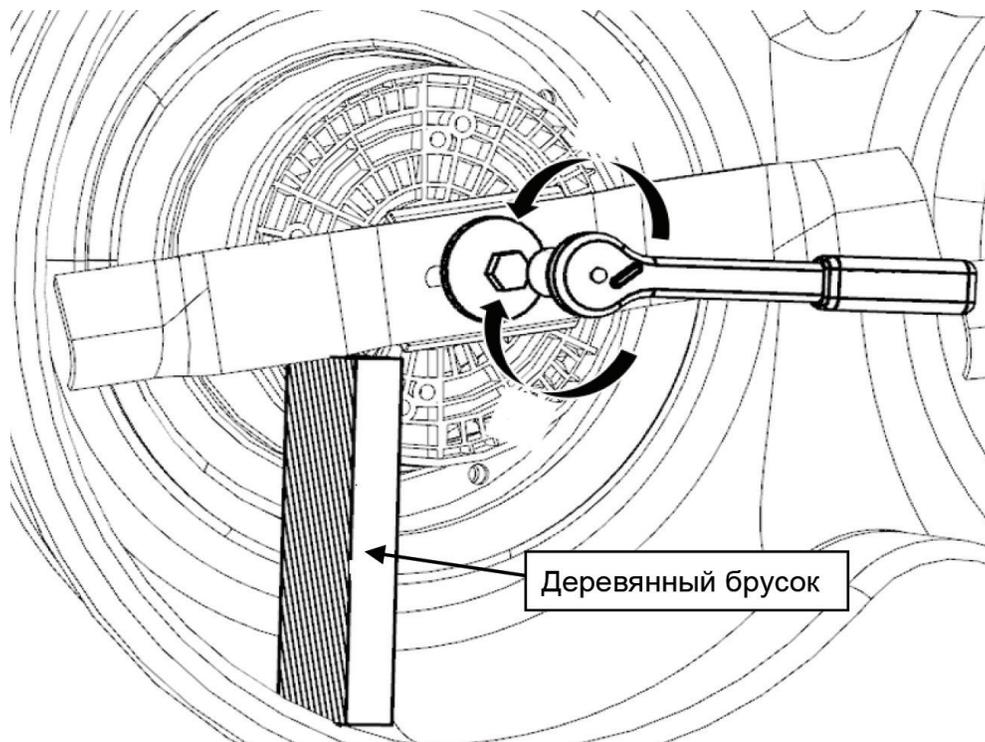

Рис. 29
9. С помощью гаечного/торцевого ключа 15 мм, ослабьте болт крепления ножа против часовой стрелки (рис. 29).